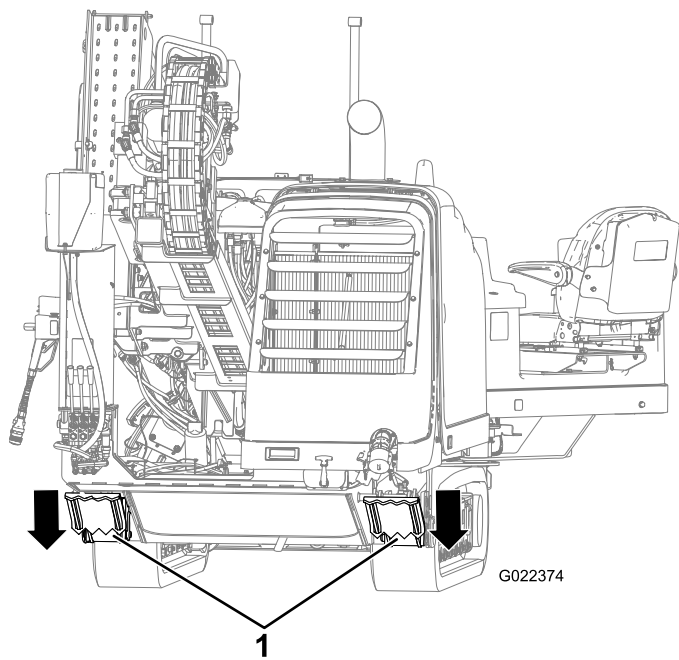

Рисунок 45
5. Опустите задние опоры, чтобы они плотно уперлись в грунт, или так, чтобы получить нужный угол входа (Рисунок 45).